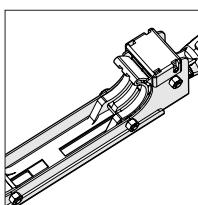

Fig. 9
- Vrid justeringsskruven (**Fig. 9**) medurs för att öka fastspänningstrycket. Vrid skruven moturs för att minska fastspänningstrycket.